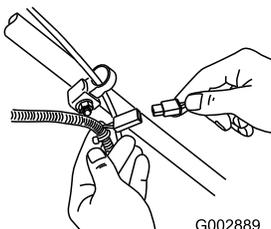

Рисунок 28
1. Подсоедините зарядное устройство к жгуту проводки, расположенному под ключом зажигания (Рисунок 28).